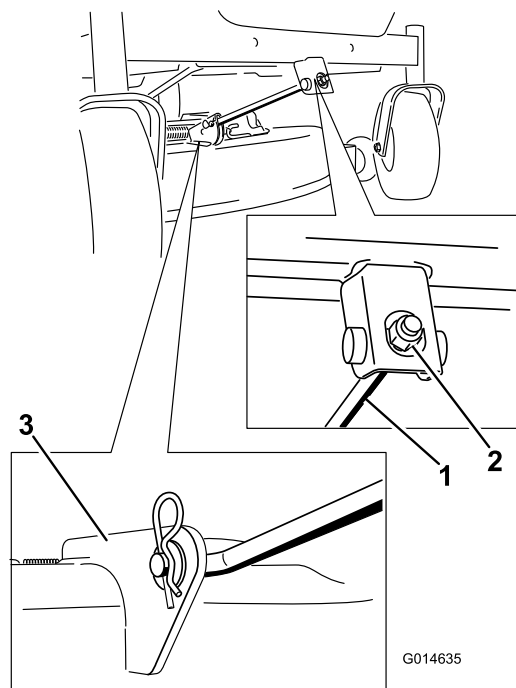

Figura 58
4. Remova o contrapino do gancho da barra de suporte da frente e remova a barra do suporte da plataforma (Figura 58). Baixe cuidadosamente a parte da frente da plataforma do cortador para o solo.
6. Coloque a barra de suporte frontal na plataforma do cortador com o pino de segurança e contrapino do gancho (Figura 58).